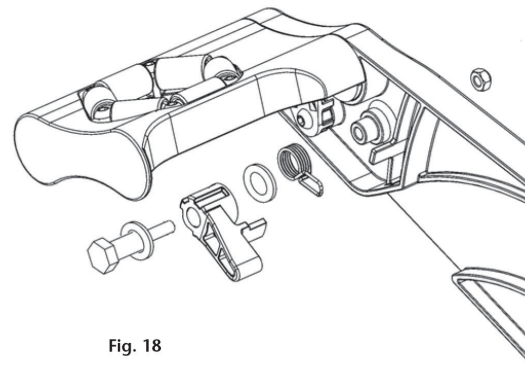

Fig. 18
- Remove the nut that fixes the latch (Fig. 18).
- Quite la tuerca que une el trinquete con el brazo del enrollador (Fig. 18).
- Retirer le boulon qui fixe le cliquet sur le bras de l'enrouleur (Fig. 18).